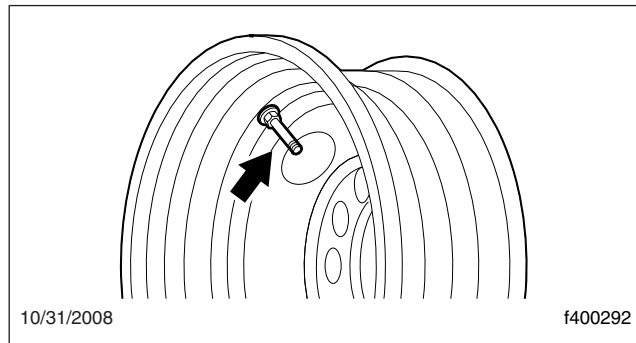

Fig. 9, Installation de la tige de valve
- 1.2 Vissez l'écrou de la valve sur le corps de la valve, du côté opposé. Assurez-vous que la bague en caoutchouc et le collier ou l'écrou en métal sont centrés et bien ajustés dans le trou de valve. Reportez-vous à la **Figure 9**.